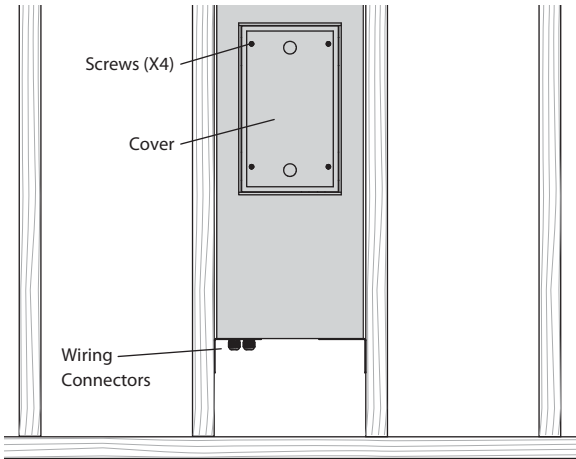

Fig. 3. Retirada de la cubierta
1. Quite la tapa de la lata trasera aflojando los cuatro tornillos que la sujetan en su lugar (Fig. 3).